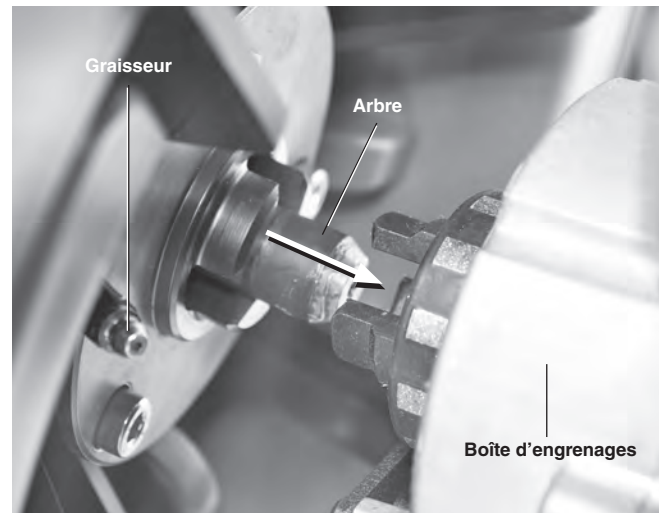

Figure 24 – Changement de tambour (bride de retenue ouverte, glissant en arrière)
4. Prenez le tambour fermement des deux mains, puis séparez-le de la boîte d'engrenages d'environ 1" (25 mm) (Figure 24).
6. Inversez le processus pour installer le tambour. Alignez l'arbre à l'arrière du tambour avec la boîte d'engrenages, puis glissez le tambour contre la boîte (Figure 24). En éloignant vos mains des surfaces de contact, penchez le dégorgeoir en arrière sur ses roues, puis tournez le tambour pour l'assoir complètement. Refermez la bride de retenue de tambour. Si le type de câble change également, il sera peut-être nécessaire de réajuster le système AUTOFEED.
Suite au nettoyage de l'appareil, ou bien après 20 heures d'utilisation ou un changement de tambour, utilisez une graisse universelle pour lubrifier les graisseurs situés à la jonction du guide-câble et du tambour (*Figure 7*), au dos du tambour (*Figure 24*) et sur le système AUTOFEED (*Figure 9*).